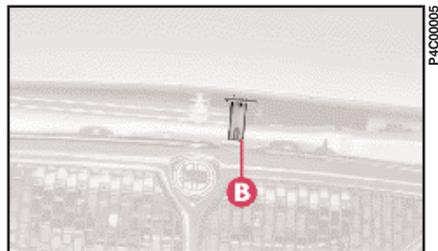

fig. 81
- 2) Soulever le levier **B** (fig. 81).